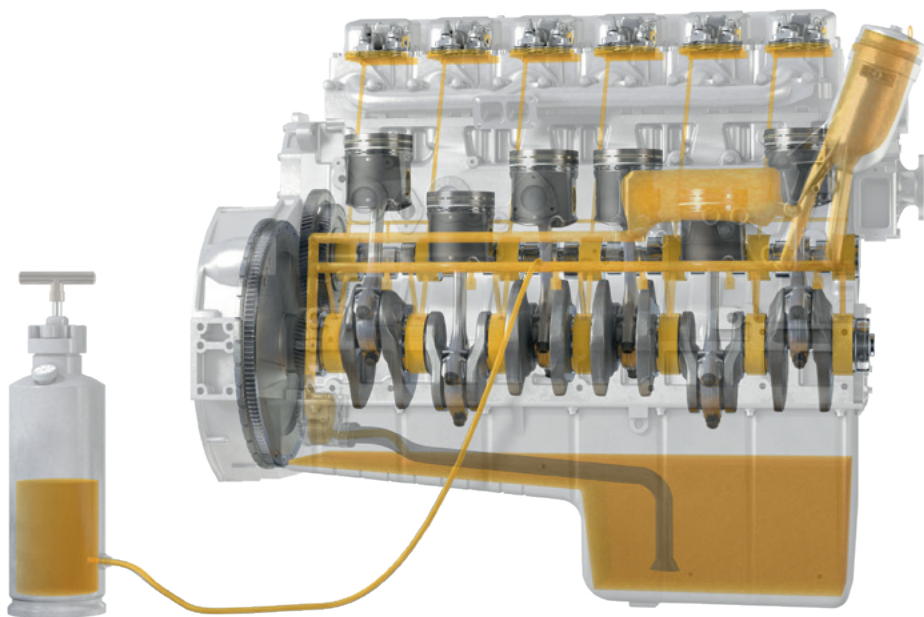

Рис. 1.
1. С помощью резервуара для подачи масла под давлением, в двигатель подают предусмотренное для него масло через резьбовое соединение подающего контура системы смазки (Рис. 1 и 2). Подходящими точками подсоединения являются предумо-